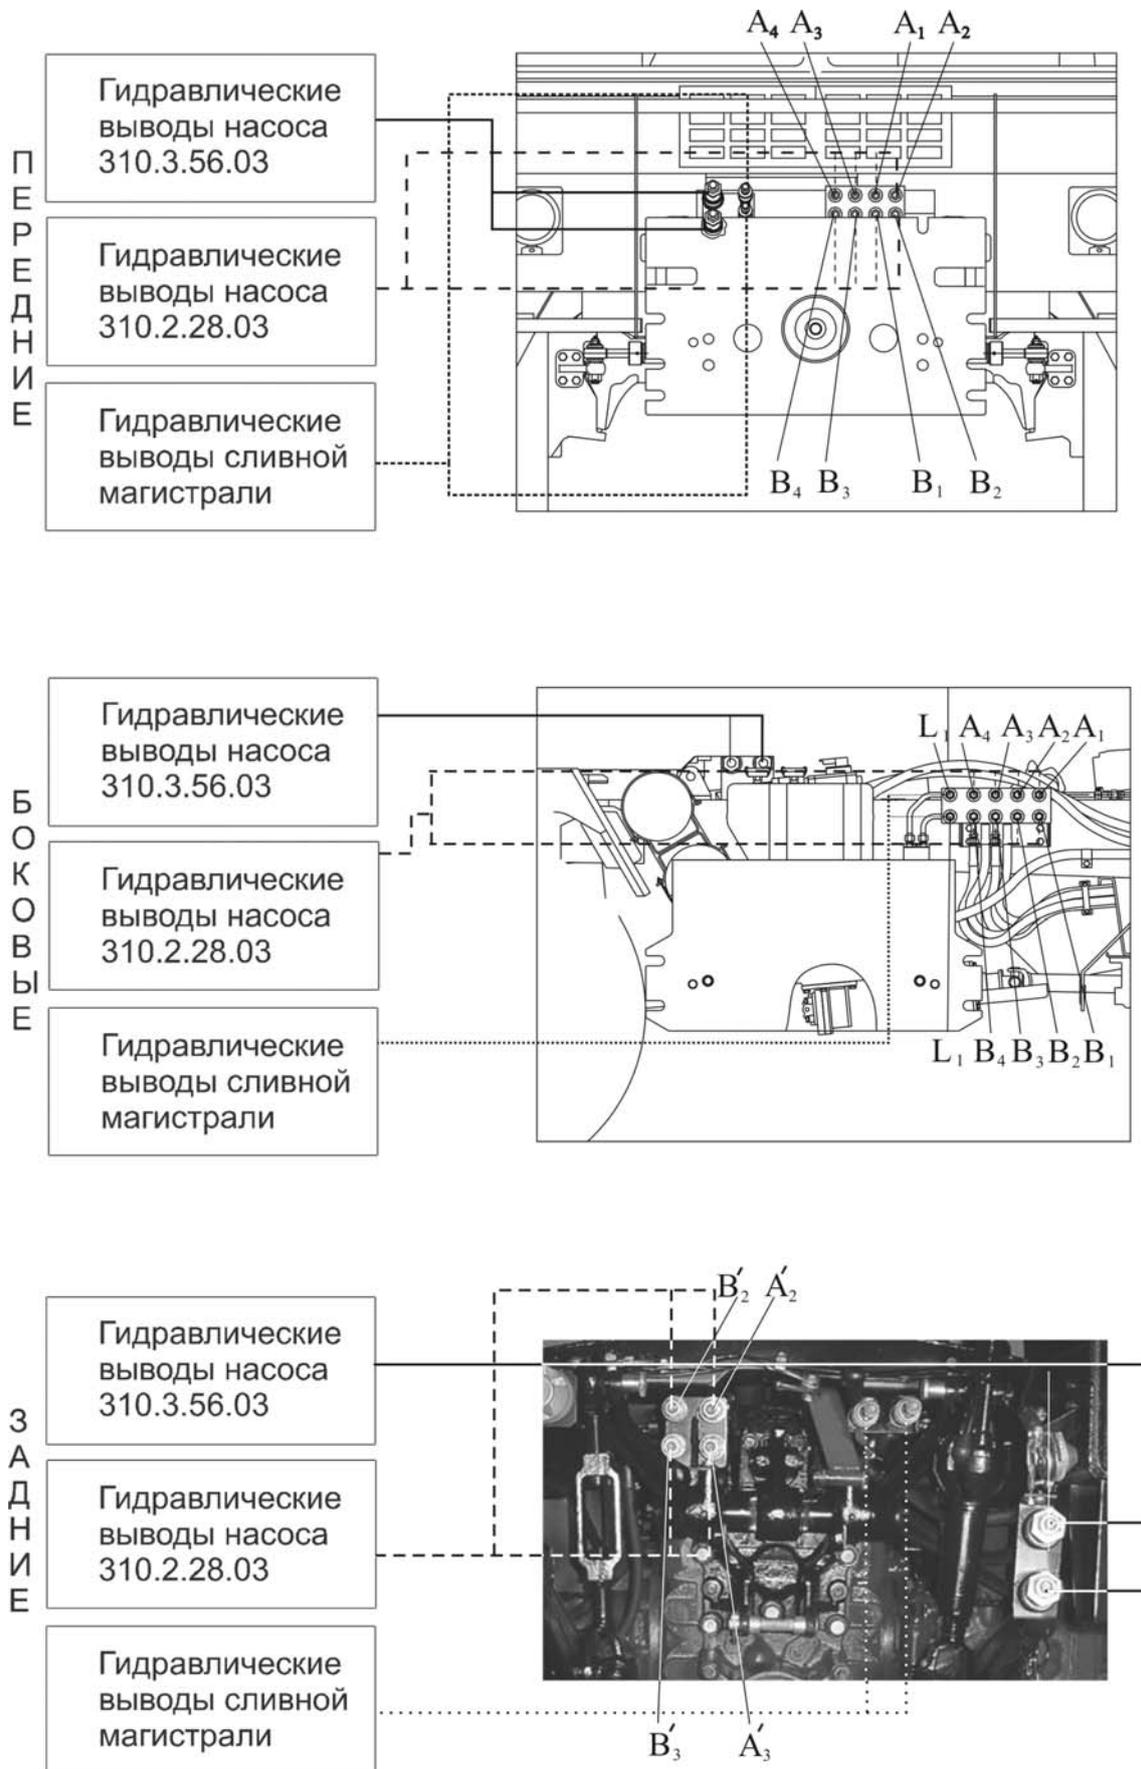

Рисунок 2.2 – Гидровыводы гидравлической системы
14 - рукоятка распределителя для подачи РЖ к боковым левым гидровыводам А1, В1, а к передним А2, В2 (рисунок 2.2);
15 - рукоятка распределителя для подачи РЖ к боковым левым гидровыводам А2, В2, а к передним А1, В1 (рисунок 2.2);
16 - рукоятка распределителя для подачи РЖ к передним и боковым гидровыводам А3, В3 (рисунок 2.2);
17 - рукоятка распределителя для подачи РЖ к передним и боковым гидровыводам А4, В4 (рисунок 2.2);
- 20 - рукоятка распределителя для подачи РЖ к задним гидровыводам А3', В3'(рисунок 2.2);
- 21 - рукоятка распределителя для подачи РЖ к задним гидровыводам А2', В2'(рисунок 2.2);
- 22 - рукоятка распределителя для подачи РЖ для управления гидроцилиндром задней навески (рисунок 2.2);